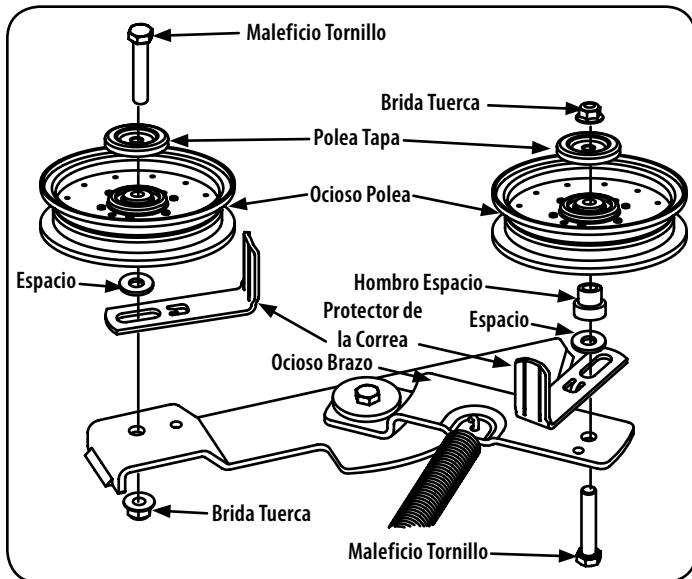

Figura 23
- Coloque la correa alrededor de las poleas locas que quitó en el paso 3 con el lado "V" hacia adentro Una vez en su lugar, vuelva a instalar todo el hardware y apriete la tuerca de seguridad con brida para fijar el conjunto. Ver Figura 23.
- Coloque la correa como se muestra en la Figura 23 y vuelva a instalar la cubierta (consulte Instalación de la plataforma)